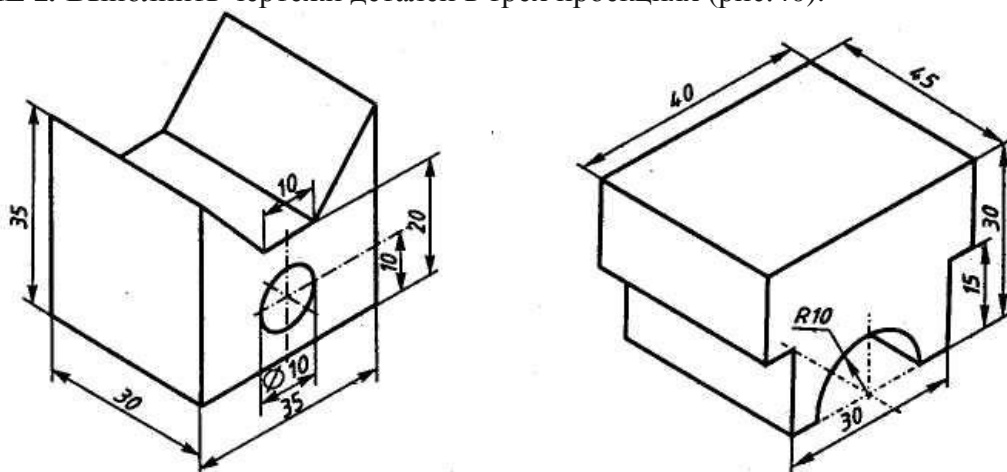

Рисунок 40 - 3D модель детали
**ЗАДАНИЕ 2.** Выполнить чертежи деталей в трех проекциях (рис.40).